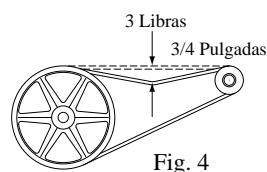

Fig. 4
• **Compruebe la tensión de la correa.** Esto se aplica solamente al modelo MMBT14 que tiene una correa. El modelo MMBT12 tiene motor de transmisión directa sin correa. Una fuerza de 3 libras debe desviar la correa 3/4 pulgadas (véase fig. 4). Ajuste la correa si es necesario. Compruebe el correa para saber si hay grietas o desgaste y reemplácela si es necesario.